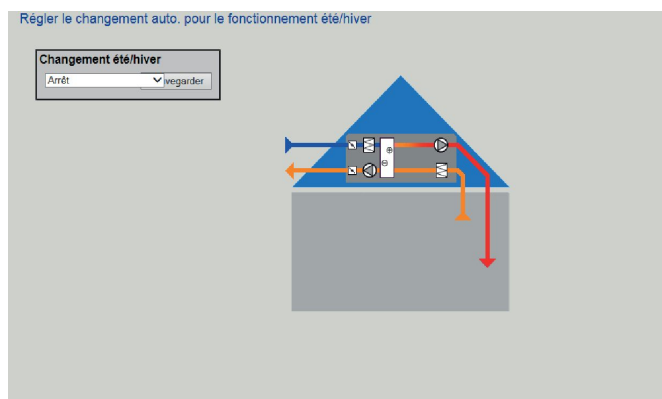

Fig. 32 : Changement été/hiver
2. Sélectionner le type de régulation souhaité dans le menu déroulant (Fig. 32 /1).